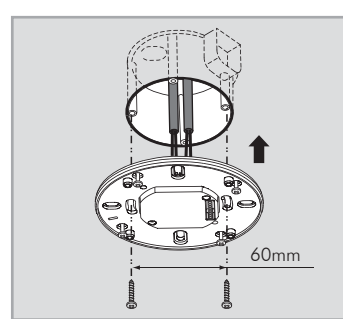

FIG. 8
- 3.4.1.3 Fixez le boîtier d'alimentation dans la boîte de jonction de la norme européenne à l'aide des 2 vis (Voir FIG.8).